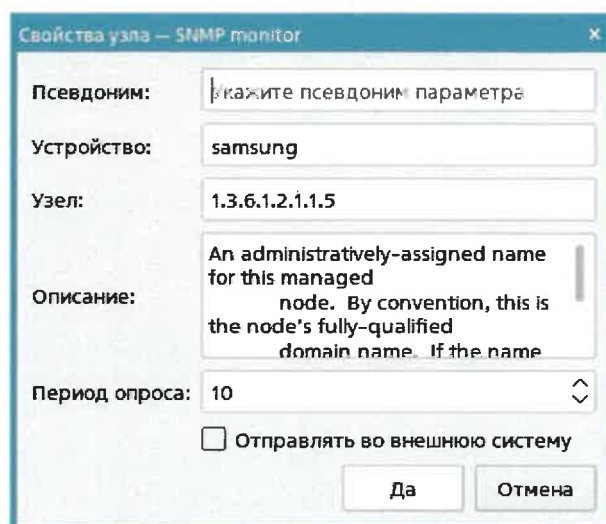

Рис. 8 – Изменение параметров
Периодичность опроса изначально задается в конфигурации для всех включенных в нее параметров. Затем периодичность можно изменить для каждого параметра (узла) отдельно на странице «Статус» (Рис. 8).
2. В Системе Альбамонитор на странице «Статус» выбрать узлы для передачи во внешнюю систему: в окне свойств узла (Рис. 8) установить галочку «Отправлять во внешнюю систему»